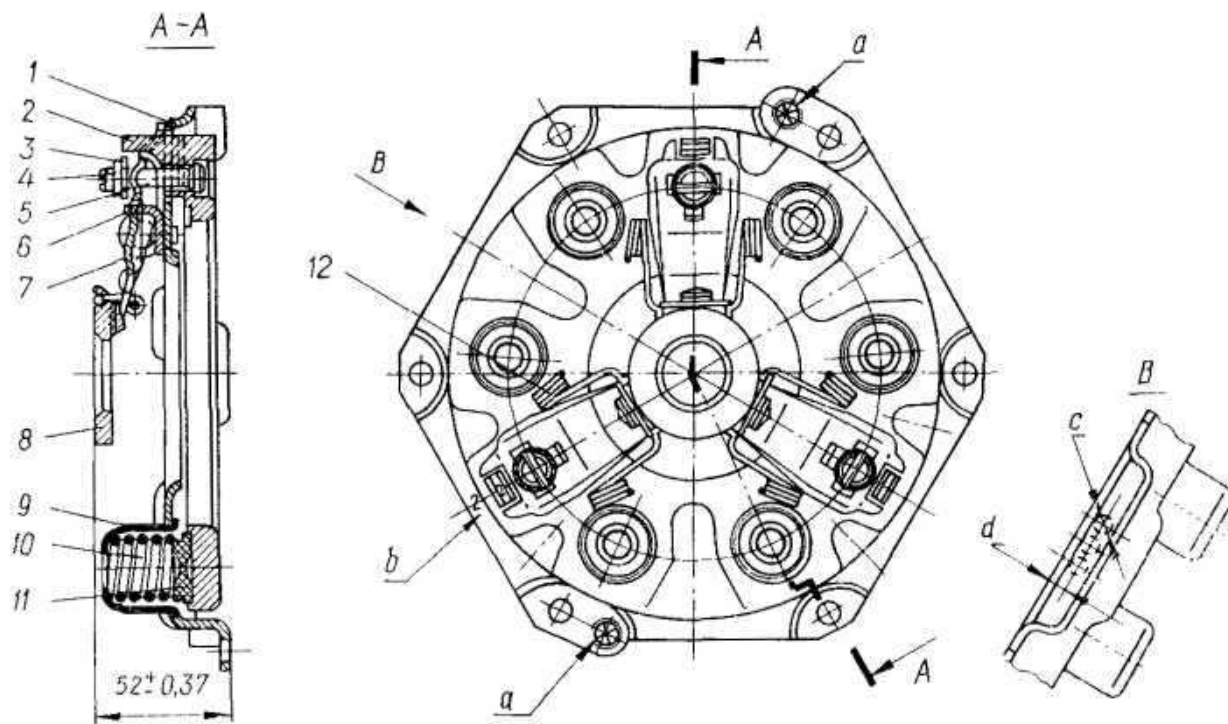
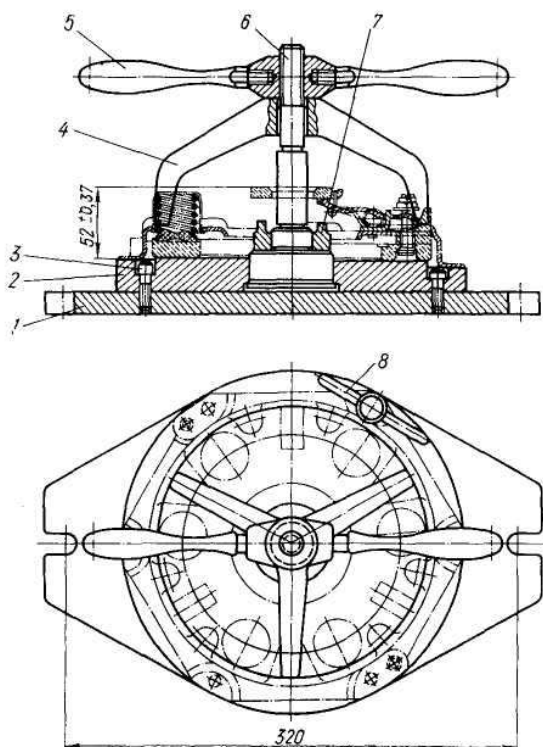
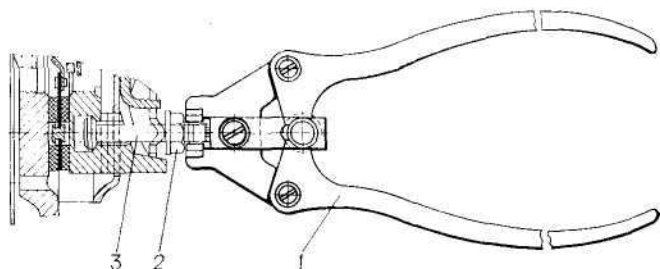

Рис. 104. Нажимной диск сцепления с кожухом в сборе:
Рис. 112. Приспособление для разборки и сборки ведущего диска сцепления:
Рис. 113. Клещи для фиксации регулировочных гаек, пальцев сцепления;
Для повышения износостойкости трущихся пар поверхности пяты 8 (рис. 104) и шайб 3 фосфатируют с последующей пропиткой фосфатного слоя твёрдой смазкой дисульфида молибдена.
Для разборки и сборки сцепления рекомендуем иметь: приспособление (рис. 112); ключ торцовый с головками 12, 17 мм; ключ рожковый 14 мм; отвёртку с шириной лезвия не более 6 мм; плоскогубцы комбинированные; ножовку по металлу и клещи (рис. 113).
- установите кожух на специальное приспособление (а при отсутствии его можно воспользоваться маховиком двигателя), распилите буртики регулировочных гаек 4 (рис. 104), вдавленные в пазы пальцев 5;
- отверните рукоятку 5 (рис. 112) приспособления и снимите скобу 4, кожух 1 (рис. 104), стаканы 9, нажимные пружины 10 и термоизоляционные прокладки 11;
При регулировке рычага 7 сдвиньте в крайнее положение от центра до упора в упорные стойки 8, т. е. зазора **A** в соединении не должно быть. Биение плоскости **B** пяты 5 допускается не более 0,1 мм. После регулировки зафиксируйте клещами (рис. 113) регулировочные гайки 2, вдавив бурт на гайках в продольную прорезь на торцах пальцев 3. После стопорения гаек биение пяты не должно превышать 0,8 мм.